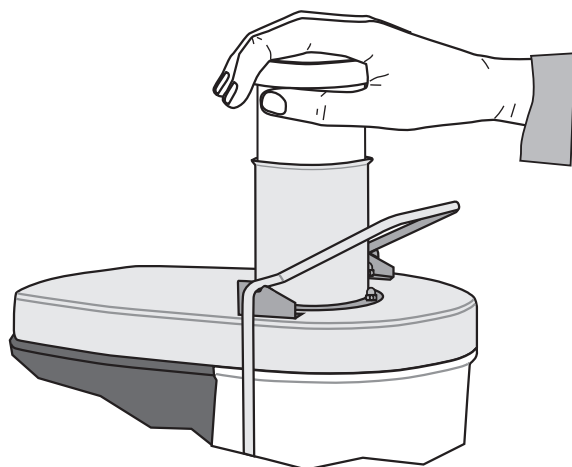

Fig. 6
6. Con el motor en movimiento, introducir fruta y/o verdura en el tubo de entrada. Utilizando el empujador introducir gradualmente y sin apretar excesivamente la fruta y/o a la verdura a fondo en el tubo de entrada con el disco dentado en rotación (véase Fig. 6). Para obtener más zumo, apretar lentamente pero en forma continua el empujador.